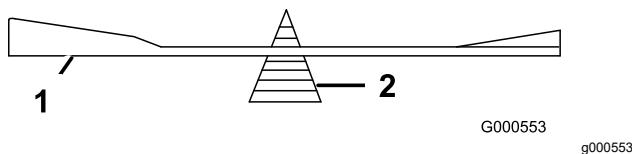

Рисунок 84
- Проверьте балансировку ножа с помощью балансировочного устройства для ножей (Рисунок 84).